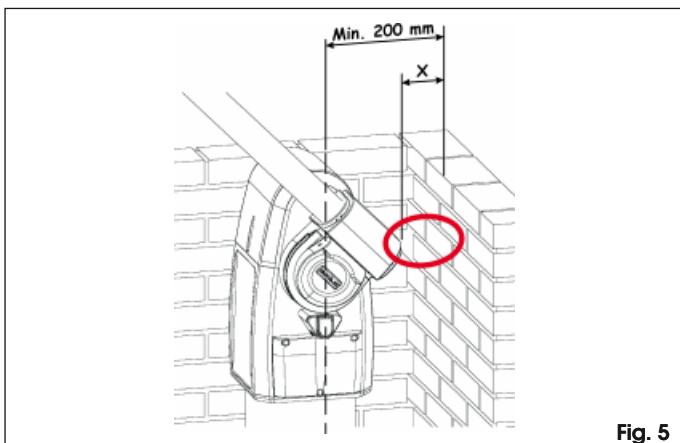

Fig. 5
- controleer of de minimale beweegruimte, weergegeven in Fig. 5, in acht wordt genomen.
Als de waarde "X", aangegeven in Fig. 5, lager is dan 500 mm, is het VERPLICHT de aangegeven zone te beschermen met een beschermingsvoorziening conform de norm UNI EN 12978